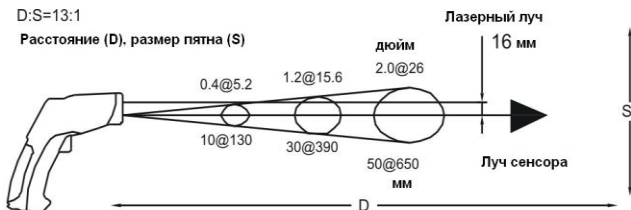

Рис. 1
Вместе с увеличением расстояния (D) от объекта, также увеличивается размер пятна (S) для измеряемой прибором области. Смотри рисунок 1.